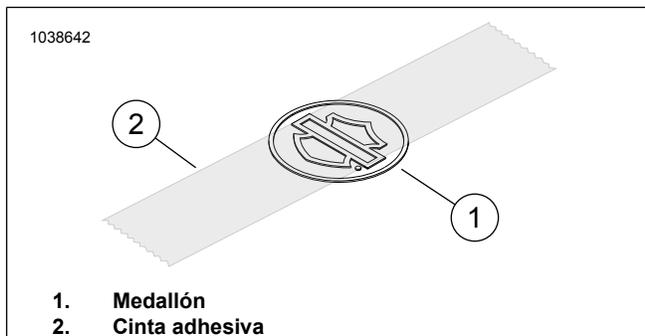

Figura 2. Aplique cinta en el medallón
2. Vea la Figura 2. Coloque un trozo de 3 pulgadas de cinta adhesiva (2) centrado por encima de la barra y la pantalla del medallón (1).
4. Vea la Figura 2. Instale el medallón en la pieza de soporte.